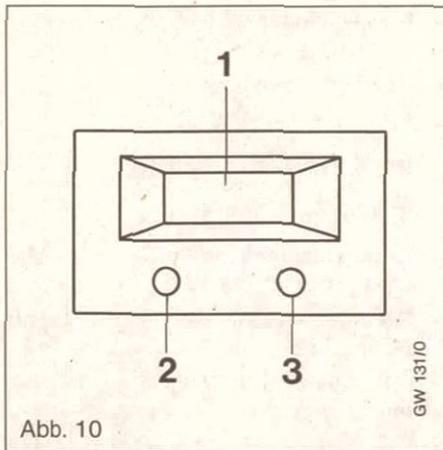
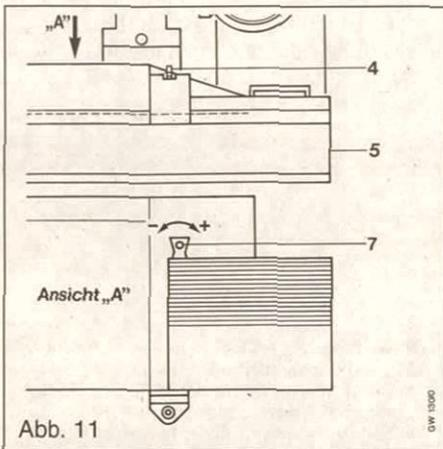

Abb. 10
Abb. 11
Das Gerät ist werkseitig auf die kleinste Wärmeleistung eingestellt (Potentiometer gegen Linksanschlag – entspricht Displaywert 43, siehe Abb. 10, S. 15).
- Die beiden unter dem Display (1; Abb. 10, Seite 15) befindlichen Taster (2 und 3) mit Hilfe von Kugelschreibern o.ä. **gleichzeitig** kurz betätigen (im Display erscheint die Anzeige d0).
- Durch Betätigen des rechten Tasters (3) erfolgt im Display die Anzeige „43“.
- Unverlierbare Schraube (4; Abb. 11, Seite 15) lösen und Schaltkasten (5) nach vorn herausklappen.